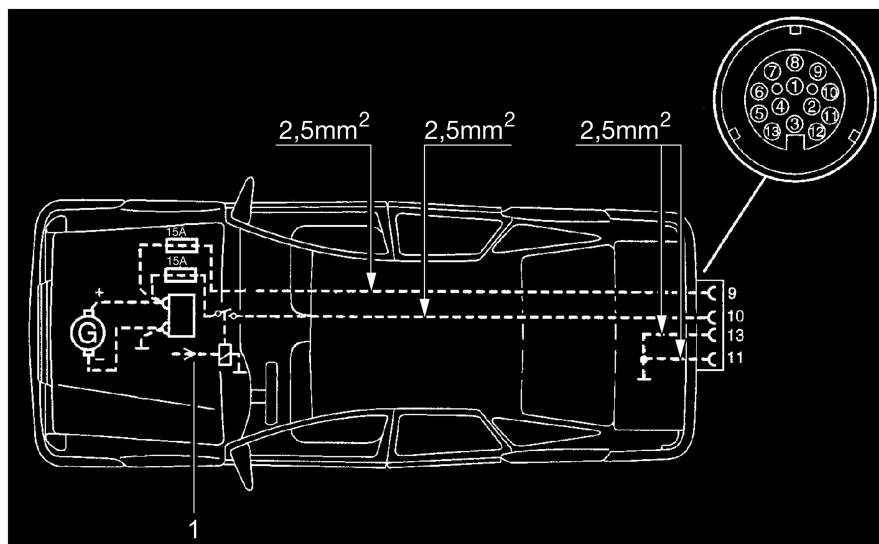

Fig. 102 Installation du véhicule tracteur (Pack Autarcie)
- ▷ Equiper le véhicule tracteur avec les sections de câbles appropriées et avec un relais pour l'alimentation en courant (commande par l'allumage) (voir Fig. 102).